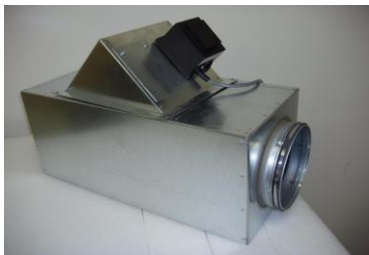
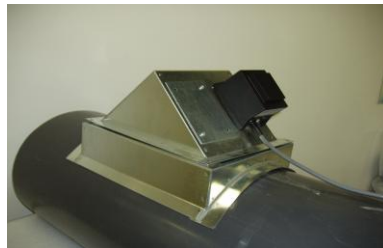

fig.1
fig.2
2. Kanalpåslaget kan monteras direkt på monteringslåda och fyrkantskanal (fig.1), eller med adapter på rundkanal (fig.2).